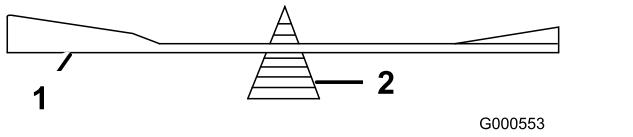

Figura 99
2. Verifique el equilibrio de la cuchilla colocándola sobre un equilibrador de cuchillas (Figura 99).